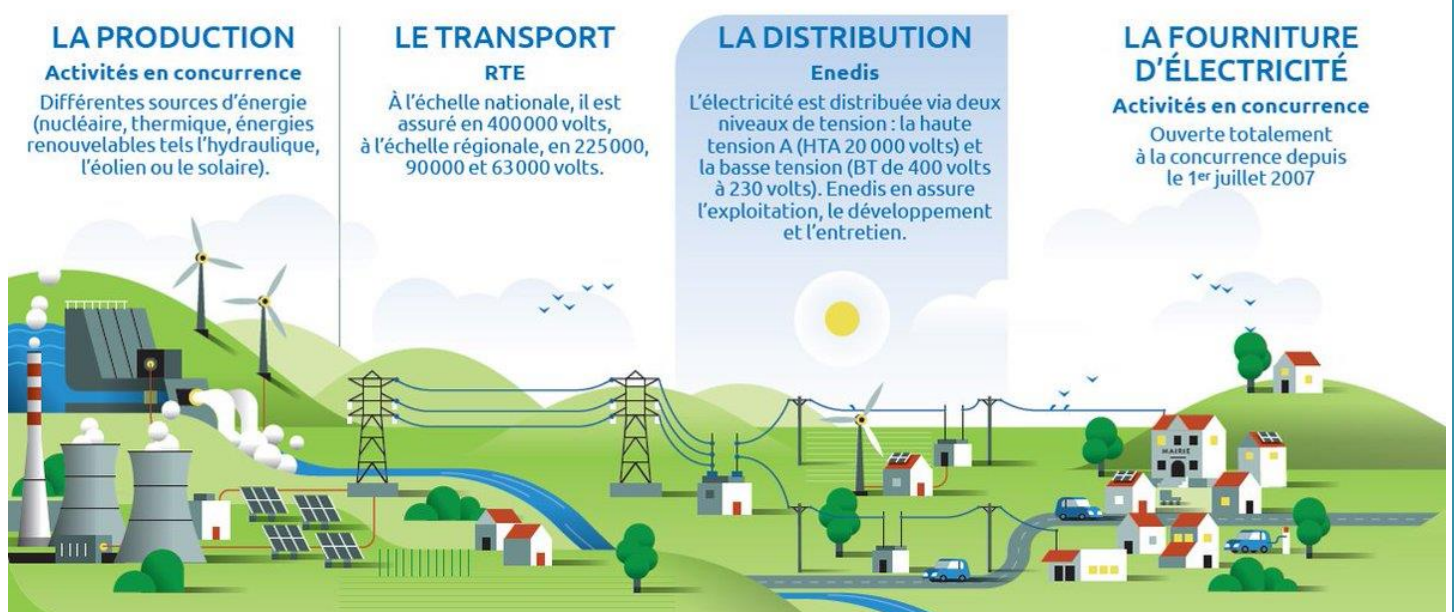

Figure 4 : Répartition de la gestion du réseau de transport et de distribution de l'électricité, source Enedis
Le **réseau de distribution** achemine l'électricité des postes de distribution jusqu'aux consommateurs. Les tensions sont abaissées en moyenne tension (MT) 20 000 V (HTA : entre 1 et 50 kV), ou en basse tension (BT) 400 V ou 230 V, figures 4 et 5. Le réseau de distribution comptait près de 1,3 millions de km de lignes en 2016. Le gestionnaire principal de ce réseau, ERDF devenu Enedis en 2016, est tenu de l'exploiter, l'entretenir et le développer. Lors de l'ouverture à la concurrence de marché de la commercialisation et de la fourniture d'électricité, en 2007, le transport et la distribution de l'électricité sont restées des missions de service public.